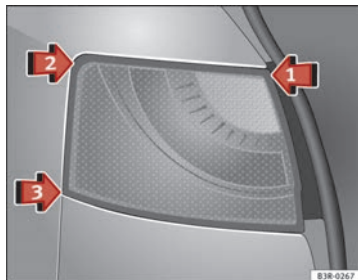
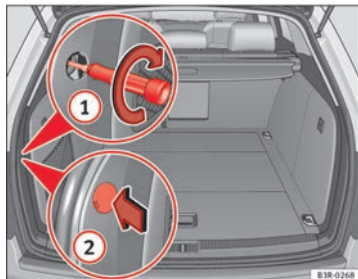

Fig. 230 Montar la unidad de luz trasera
Fig. 231 Maletero: Posición del tornillo de fijación para la unidad de luz trasera
- Coloque la unidad de luz trasera primero en ⇒ fig. 230 flecha ① en el alojamiento.
- Presione ligeramente la unidad de luz trasera, primero por el punto ② y luego por el punto ③ contra el alojamiento, hasta que los clips asienten firmemente en los cojinetes de goma.
- Ejercer una ligera presión sobre la parte superior de la unidad de luz trasera y fijela con un destornillador desde el maletero ⇒ fig. 231 ①.
- Vuelva a colocar la cubierta del tornillo con el rebaje hacia atrás ②.